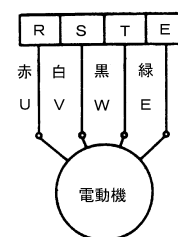

図3
(1) 結線
- (a) 三相に応じて図3に示す結線を行ってください。